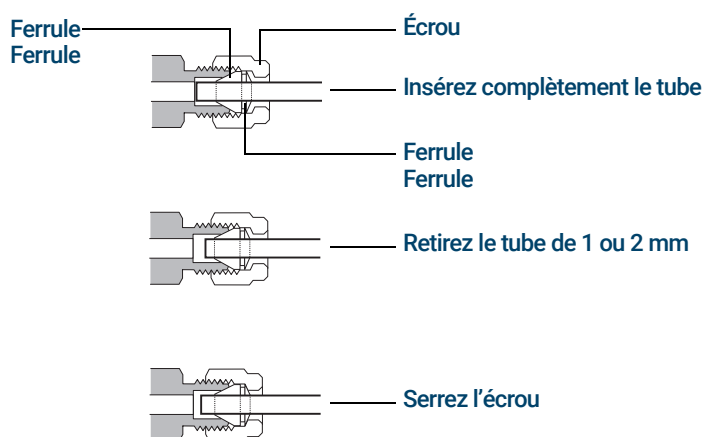

Figure 17. Insérez le tube
- 5 Poussez le tube à fond dans le raccord mâle, puis retirez-le de 1 à 2 mm comme illustré à la **Figure 17**.